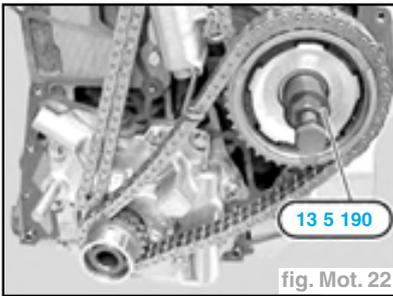

fig. Mot. 22
- Mettre en place l'outil **13 5 190** et extraire le pignon (fig. Mot. 22).